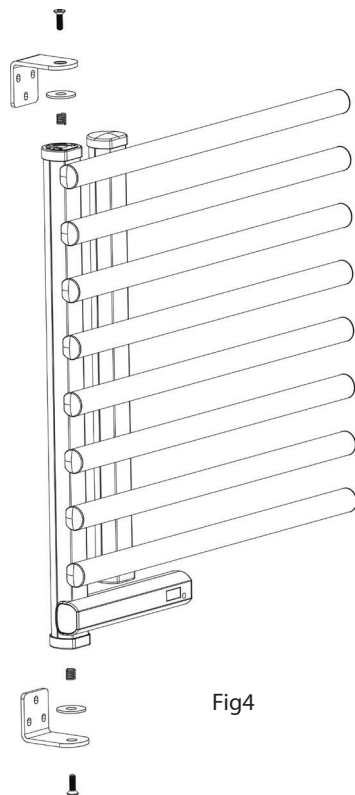

Fig4
4. Coloque a mola no produto conforme mostrado na figura e fixe-a com um parafuso de 6x35 mm. Repita o procedimento na parte superior e inferior da mesma forma. Veja a Fig. 4.